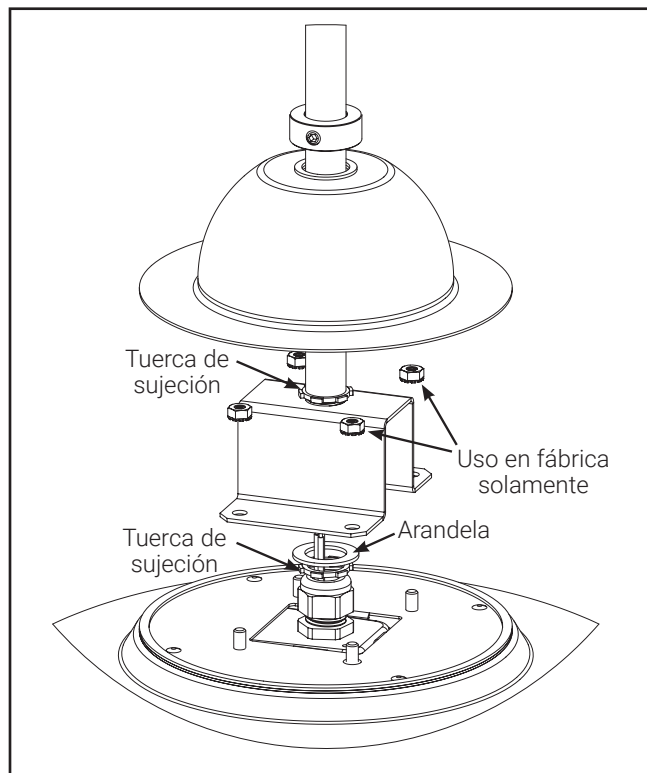

Figure 8
3. Enrosque (1) tuerca de sujeción en el extremo roscado del caño hacia la parte superior de la rosca (**FIG. 8**).
5. Deslice (1) arandela y (1) tuerca de sujeción en la base del caño y ajústelas en un mínimo de 3 vueltas completas.